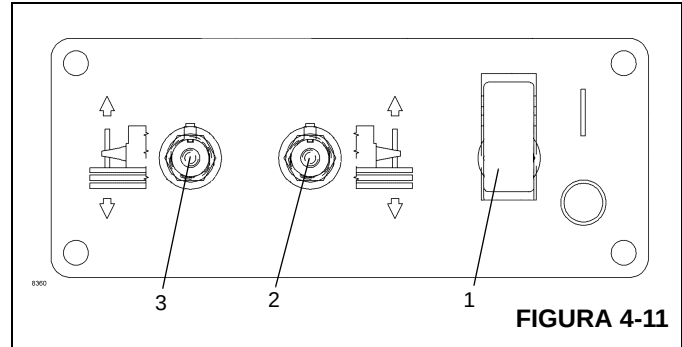

FIGURA 4-11
3. En el tablero de control de los cilindros de contrapeso (Figura 4-11), abra la cubierta del interruptor de alimentación (1) y mueva el interruptor a la posición conectada.